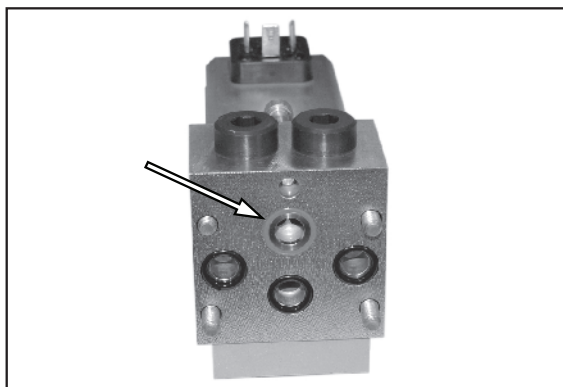

Рис. 45.
3. См. рис. 45. Демонтируйте двухходовой вставной клапан. Очистите и осмотрите уплотнительные кольца. При необходимости замените.